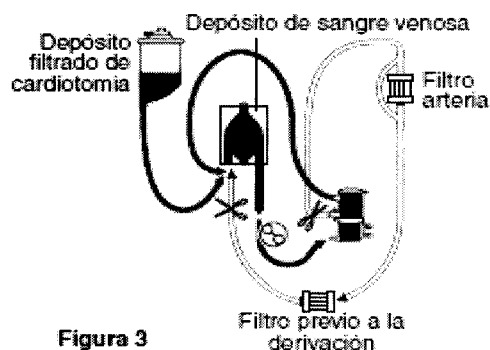

Figura 3
Recirculación (Consulte la Figura 3)
1. Después de ubicar los tubos en el trayecto del bombeo obstruido adecuadamente, retire la abrazadera de la salida de recirculación como se muestra en la Figura 3 para permitir la recirculación entre el oxigenador y el depósito de sangre venosa.